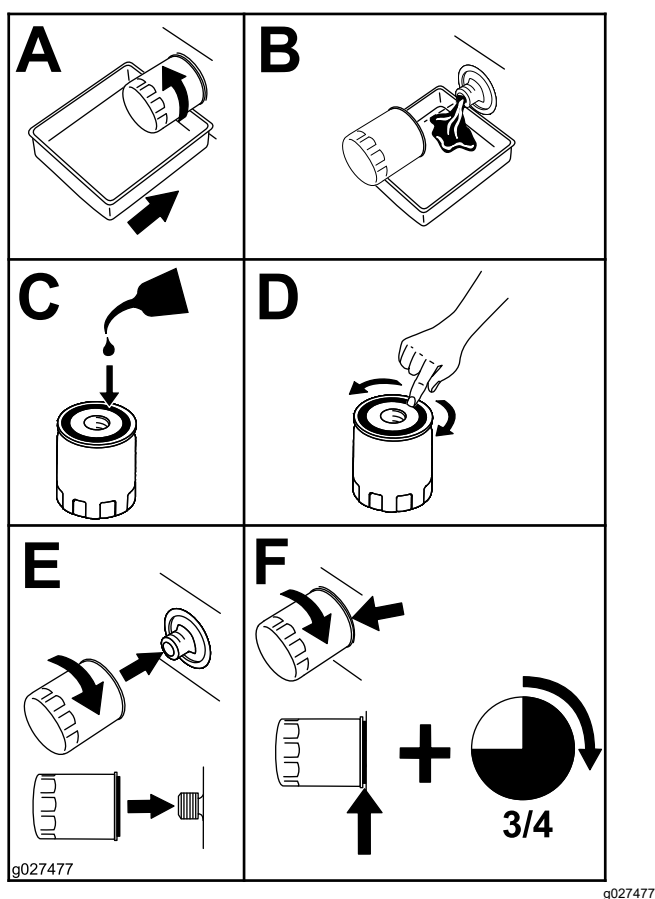

Figure 31
6. Remplacez le filtre à huile moteur comme montré à la Figure 31.